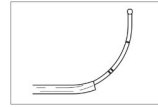

Figura 4: Flexión frontal
- **Senos frontales:** Para tratar los orificios/fosas frontales, se recomienda utilizar una flexión de radio amplio, similar a la del explorador de senos frontal (figura 4).